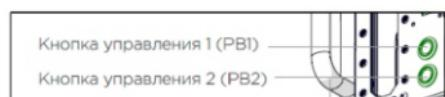

Рисунок 28 – Кнопки управления
2.3.1.4 Для выключения системы охлаждения и изделия нужно нажать одновременно обе кнопки и подтвердить выбор нажатием кнопки PB2 (рисунок 28).
2.3.2 Использование кнопок управления (рисунок 28)